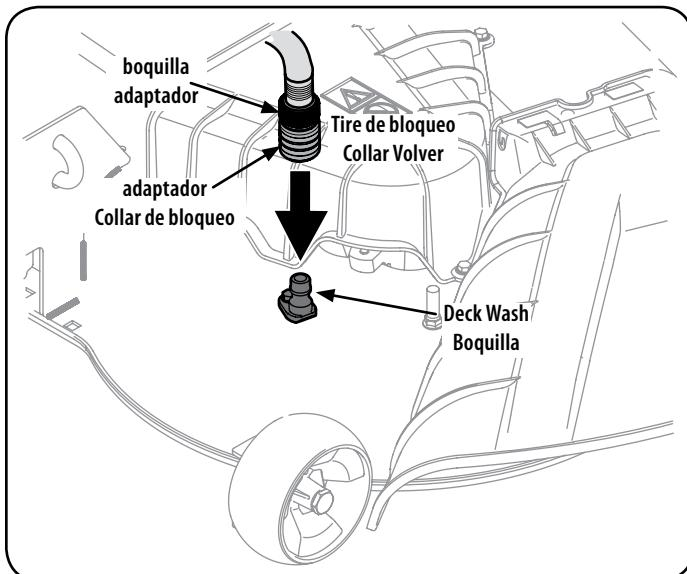

Figure 1
3. Tire hacia atrás el collarín de ajuste (a) del adaptador del pico (b) y empuje el adaptador del pico (b) hacia uno de los picos de lavado de la plataforma (c) de cualquiera de los dos extremos de la plataforma de corte. Suelte el collarín de ajuste (a) para tratar el adaptador en el pico (b) en el pico de lavado de la plataforma (c). Consulte Figure 1.